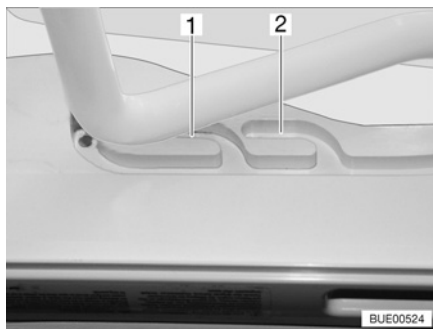
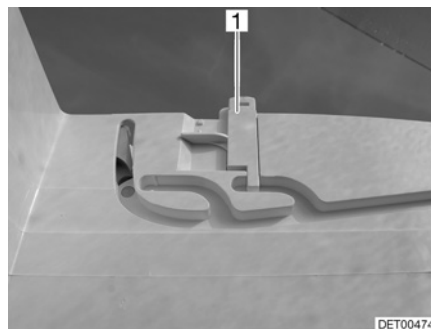

Bild 38 Heki-Dachhaube in Lüftungsstellung
Bild 39 Verriegelung Lüftungsstellung
Die Heki-Dachhaube kann in zwei Lüftungsstellungen gebracht werden: Schlechtwetterstellung (Bild 38,1) und Mittelstellung (Bild 38,2). Je nach Modell kann die Dachhaube in der Mittelstellung mit den beiden Riegeln (Bild 39,1) links und rechts am Rahmen der Dachhaube verriegelt werden.
- Den Bügel leicht nach oben drücken und in die gewählte Führung (Bild 38,1 oder 2) schieben und ggf. verriegeln.